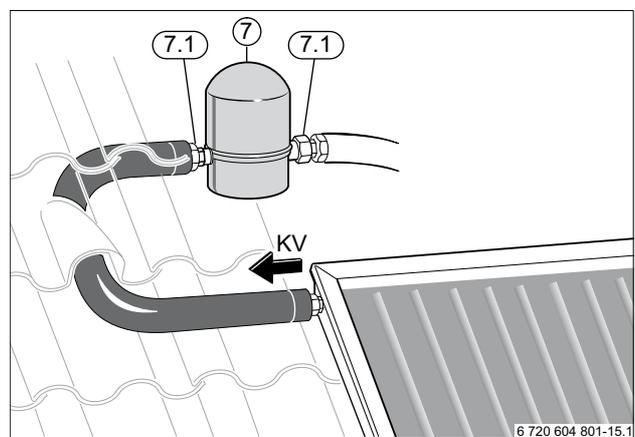

Bild 19 Entlüftertopf anschließen
**i** Entlüftertopf kann direkt an den flexiblen Schlauch des Kollektor-Vorlaufs angeschlossen werden (Bild 19).